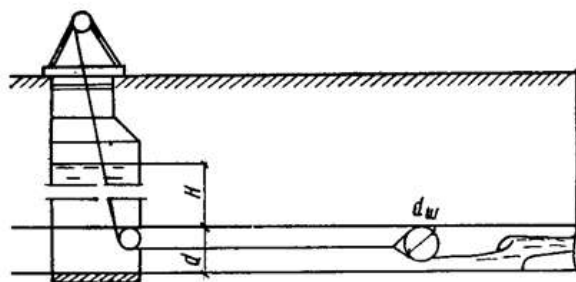

Рис. 3 Расчётная схема канализационного колодца в момент прочистки сети
3. Для прочистки канализационного самотечного трубопровода $d_{m/n}=500$ мм (рис. 3) используется полый металлический шар, диаметр которого $d_{ш}=0.8d_{m/n}$. Шар стесняет сечение трубопровода и создаёт в колодце подпор воды $h=2$ м над верхом трубы. Шар прижимается к верхней полуокружности трубы осадок смывается струей